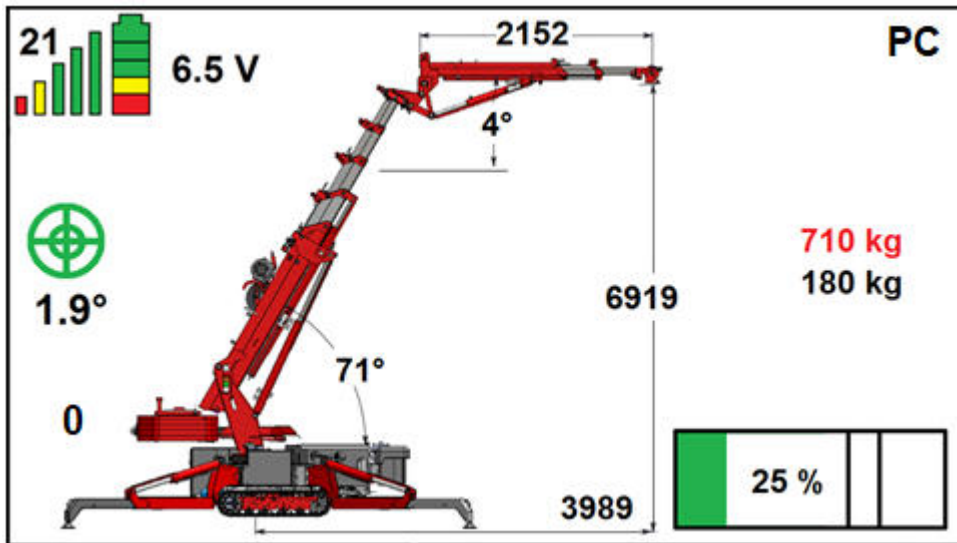

Figura: 60
- In alto a destra dello schermo ci sono le lettere PC (v. figura: 60). Questo significa che la gru è in posizione Pick and carry. Ora è in uso il diagramma di carico pick and carry.